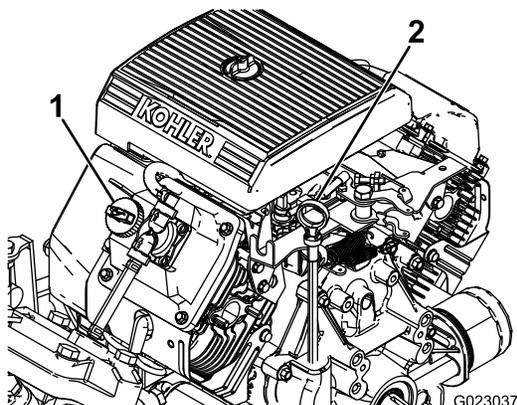

图 10
2. 取出量油尺用干净的抹布擦拭图 10。
4. 如果机油油位较低请从气门室盖图 10 上拆下加油颈盖从开口处注入机油直至油位达到量油尺上的“已满”标记请参阅 了解适合的机油类型和粘度。维护机油 (页码 39)